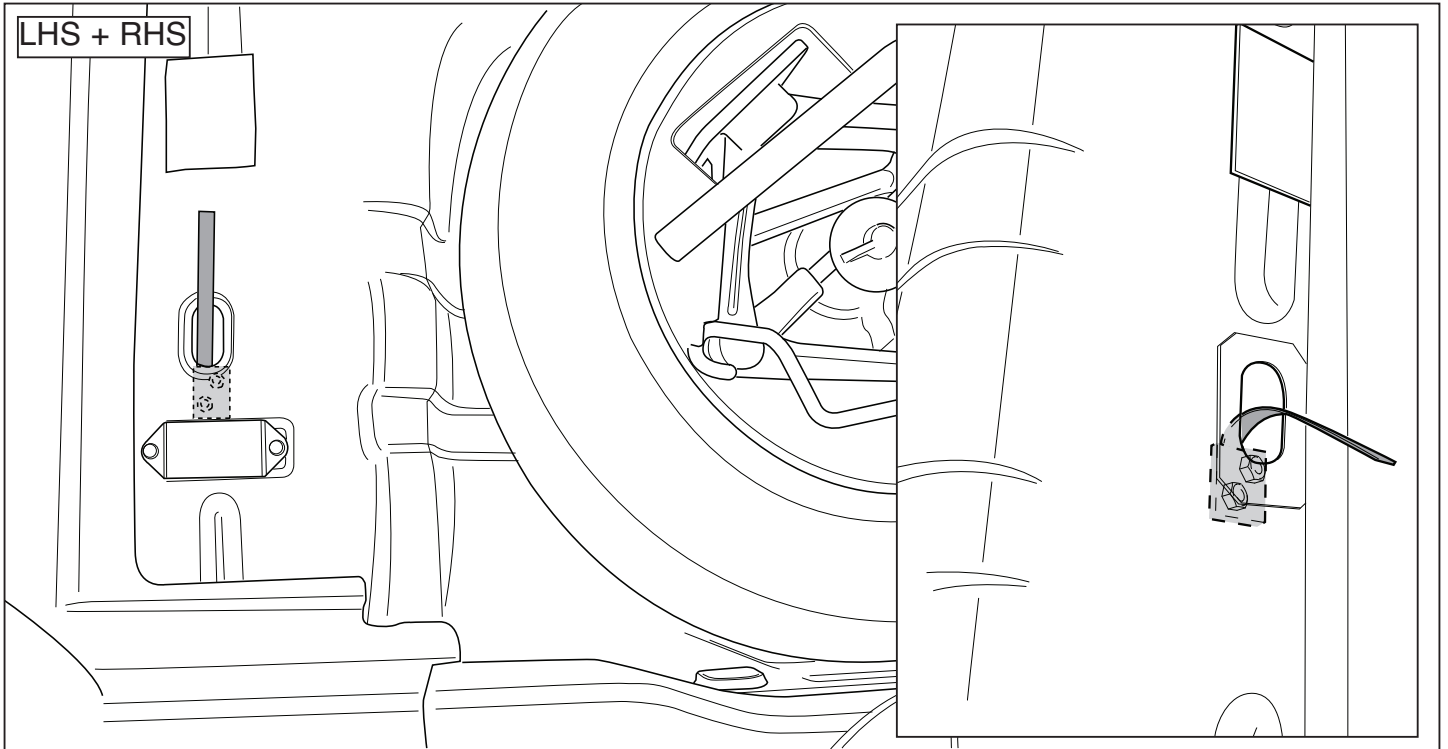

Fig.4
5. Поместить упорные пластины, как указано на рис. 4.